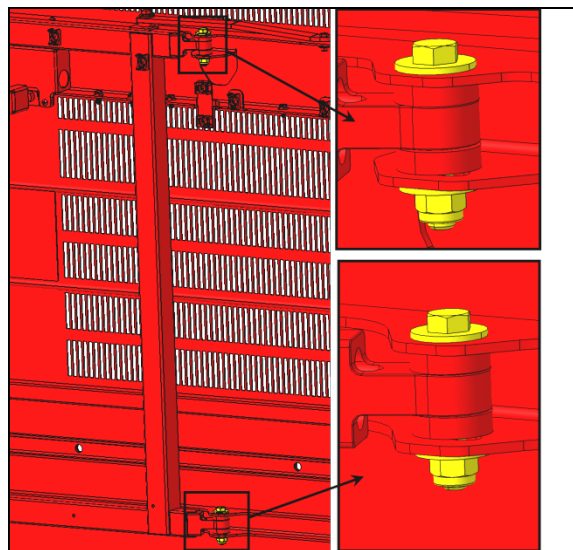

FIGURE 115:
3. Le coin inférieur droit de la porte doit être à la même hauteur que le coin inférieur gauche de l'aile arrière. La porte devrait affleurer l'aile (Figure 115:).